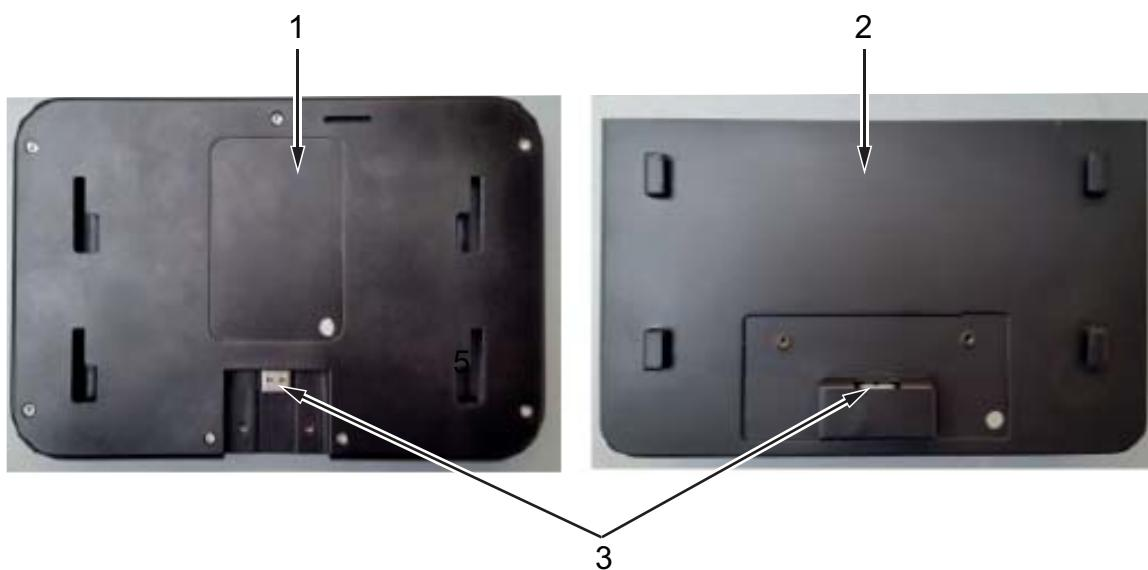

Рис. 3-2: Панель интерфейсов экрана
Разъёмы контроллера показаны на Рисунок 3-2. Экран подключается к принтеру кабелем (1). Два порта USB (2) позволяют загружать и копировать данные и настройки принтера. Выключатель питания (7) используется для включения и выключения питания экрана контроллера CLARiTY.